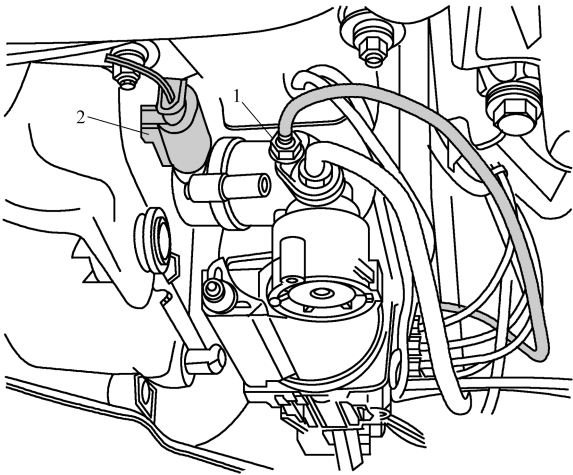

图 4-2-20 空气管路的拆下示意图(一)
- 4) 慢慢松开供气装置上的空气管路 1，释放压力。排完空气后，拧下空气管路，脱开插接器 2，如图 4-2-20 所示。
- 2) 慢慢松开供气装置上的空气管路 1, 释放压力, 排完空气后, 拧下空气管路, 如图 4-2-20 所示。